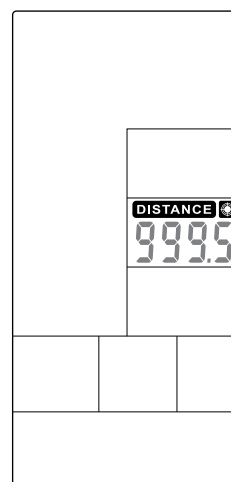

FIGURA 41
- Pressione PARA CIMA / PARA BAIXO (botão 10 ou 11) para ajustar o valor (Figura 41) em seguida pressione ENTER (botão 12) para confirmar.